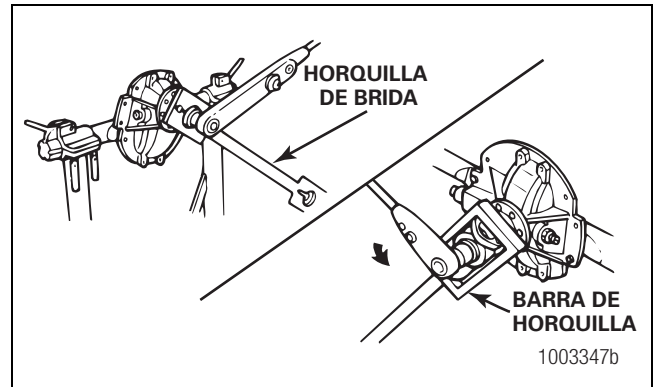

Figura 3.22
- Sujete una barra de brida a la horquilla de impulsión o brida. Cuando se quite la tuerca, la barra mantendrá el piñón de mando en posición. Figura 3.22.
- Retire la tuerca y la arandela, si así está equipado, del piñón de mando. Figura 3.22.